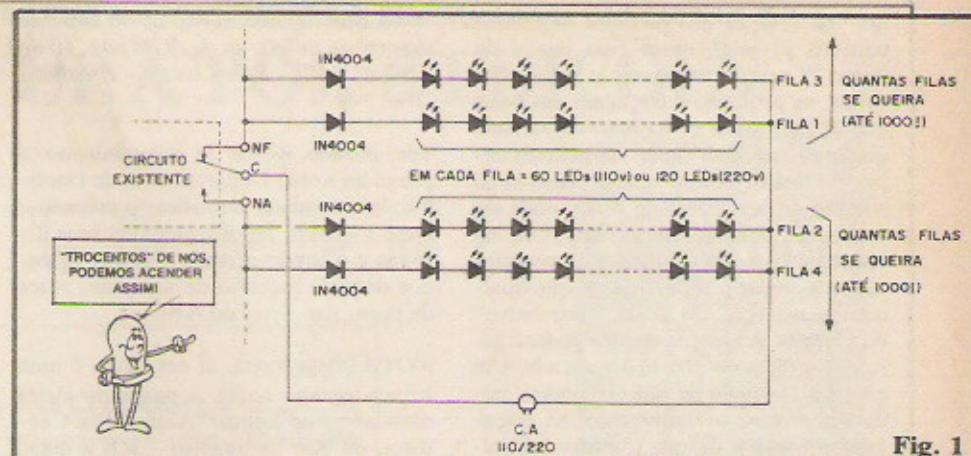

Fig. 1
Não é norma da Seção de CARTAS fazer esse tipo de "atendimento personalizado", Zé, mas como Você "molhou o lenço" direitinho (grande candidato ao Oscar...) e o seu "bom nome" profissional está em jogo, conseguiu emocionar os corações empedernidos da Equipe: a figura 1 dá todas as "dicas" para Você comandar, através dos contatos do relé do seu circuito alternante, e de maneira extremamente simples (na prática Você só precisará dos LEDs, mais alguns diodos comuns...), desde 60 LEDs até (pasme...) 240.000 LEDs (isso mesmo: duzentos e quarenta mil LEDs!). E com um "bônus" representado pela possibilidade de alternar a luminosidade em blocos ou conjuntos de LEDs, ou seja: supondo que Você incorpore 120 LEDs ao sistema, em dois blocos "elétricos" de 60 LEDs cada, quando o bloco "1" acende, o bloco "2" apaga, quando o bloco "2" acende, o bloco "1" apaga, e assim por diante.... Note que o contato Comum (C) do relé deve ser ligado simplesmente a um "polo" da CA local (110 ou 220V). A cada um dos outros dois contatos do relé (**Normalmente Fechado - NF** e **Normalmente Aberto - NA**...) podem ser ligadas quantas "filas" Você queira (Até 1000 "filas" em cada ramal!), sendo cada uma delas formada por 60 LEDs (em rede de 110V) ou 120 LEDs (em rede de 220V), mais um único diodo 1N4004... O "fim" de todas as "filas" deve retornar ao "outro polo" da CA local. O único cuidado será observar a polaridade dos LEDs e do diodo incorporados a cada fila (todos os catodos da "fila" apontados para a mesma "direção elétrica"...). Se - por exemplo, Você ficar na disposição básica do diagrama (fig. 1), terá 4 "filas", totalizando 240 LEDs em 110V ou 480 LEDs em 220V, observando que quando acendem as "filas" 1-3, apagam as "filas" 2-4, e assim alternadamente, na razão de frequência que o seu circuito ativa o relé.. Como cada um dos contatos do relé pode "suportar" uma corrente de até 10A, e como cada "fila" não demanda mais do que aproximadamente 10mA, uma simples "conta de dividir" mostra que nada menos que 1000 "filas" podem ser incorporadas a cada ramal do conjunto! No extremo mais modesto da "coisa", uma única "fila" de 60 LEDs (em 110V), em apenas um ramal do arranjo, já dará um bom efeito (só que af Você não terá a alternância... Apenas um pisca-pisca simples...). De qualquer maneira,
- FIG. 1-A - A estrutura básica, já vista, de um arranjo circuitual regulador de tensão, com ZENER... O diodo zener "Z" estabelece a exata "voltagem" de Saída (V_s), enquanto que o resistor "R" delimita as correntes no sistema, adequando o circuito à tensão de Entrada (V_e), à corrente que se espera na Saída (I_s) e à corrente "suportável" pelo próprio zener (I_z), sempre lembrando que a soma de I_z com I_s corresponde à corrente geral de Entrada (I_e). A tensão já regulada de Saída (V_s) "aparece" (pode ser medida...) nos próprios terminais do zener (pontos A-B), e este (com relação aos diodos comuns...) está no circuito posicionado de modo a receber polarização inversa (quem já esqueceu deve voltar às primeiras páginas da presente ABC e re-ler toda a "Lição" Teórica...).
- FIG. 1-B Quando estudamos os DIODOS comuns ("Aula" nº 3 do ABC) e também nas posteriores explicações dos outros componentes em cujas "entradas" existem junções semi-condutoras P-N (ou N-P, tanto faz...), vimos que, mesmo quando **diretamente** polarizadas, ou seja: quando aplicamos um potencial positivo ao material tipo P e negativo ao tipo N, as junções apresentam um "degrau" de tensão a ser vencido... Essa queda de tensão intrínseca, nos diodos comuns de silício (que são os mais usados, atualmente...) situa-se em torno de 0,6 a 0,7V (podendo chegar até a 1,0V em casos mais específicos...). Com tal característica, não é difícil perceber que, na prática, um diodo comum, **diretamente** polarizado, age exatamente como um zener de 0,6V! Estabelece, entre seus terminais de **anodo** e **catodo** uma diferença fixa de tensão, com tal valor (0,6V) de forma bastante estável (desde que seus limites de **corrente** não sejam "forçados" e que - e isso é importante - a temperatura do componente e do ambiente em que o cerca seja razoavelmente estável). A figura mostra a "equivalência simbólica" de um diodo comum, polarizado em sentido direto, com um hipotético zener de 0,6V (este, obviamente, polarizado no sentido inverso, como convém a um zener "de verdade"...). O interessante é que, para todos os efeitos (inclusive para os eventuais cálculos de aplicação) temos um zener, de baixo valor de tensão, porém plenamente funcional!